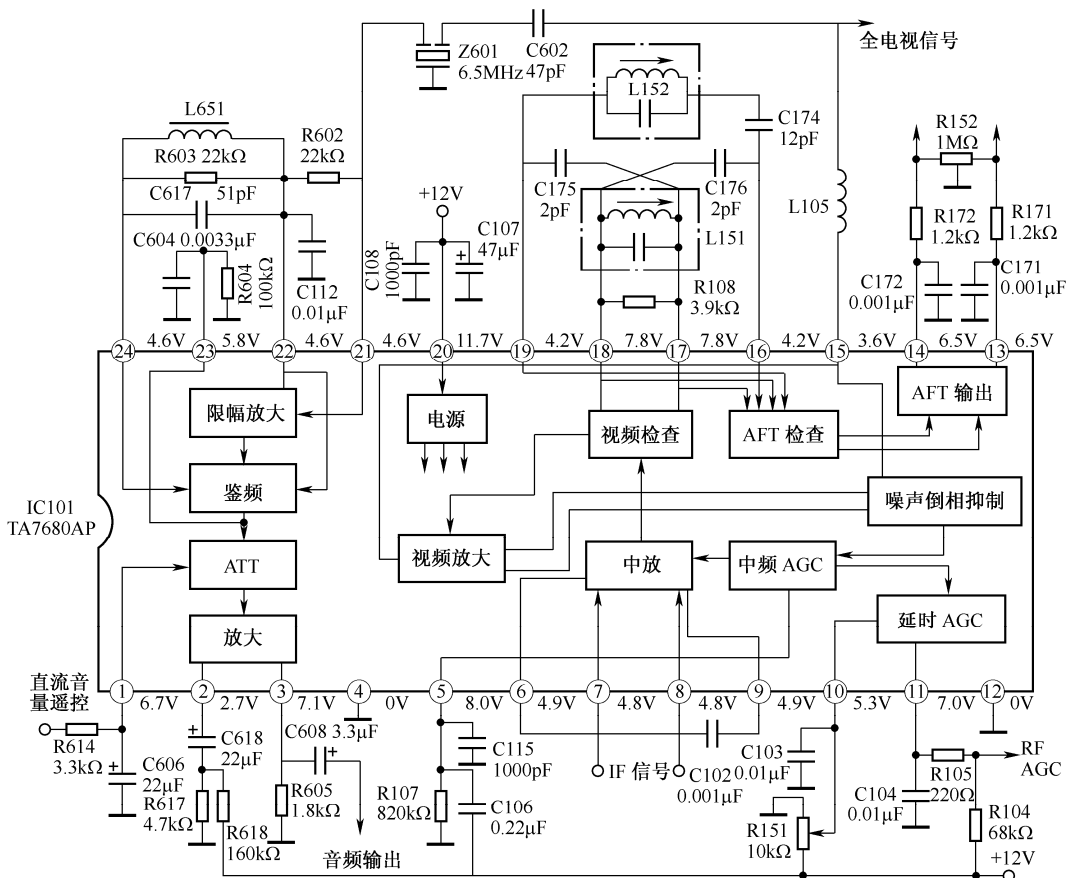

图 2-12 TA7680AP 集成电路
以东芝 TA 两片机芯电视机 TA7680AP 集成电路为例进行操作设计，电路如图 2-12 所示。
6) 在有信号或无信号两种状态下，集成电路有些引脚电压是不同的，如图2-12中的TA7680AP⑤脚电压。如发现引脚电压不该变化的反而变化，应该变化的反而不变化，就可确定集成电路损坏。
用示波器测量集成电路的输入和输出信号的波形,并将此信号波形与正常波形相比较,以判断不正常的部位。如图 2-12 中的 TA7680AP⑦⑧脚输入中频信号,⑮脚输出视频信号,③脚输出音频信号。